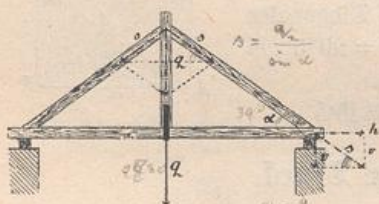

Fig. 22.
2. Auf die Hängesäule eines einfachen Hängewerks (Fig. 22) wirkt als Zug nach abwärts die Kraft $q = \frac{5}{8}$ der Gesamtbelastung Q .